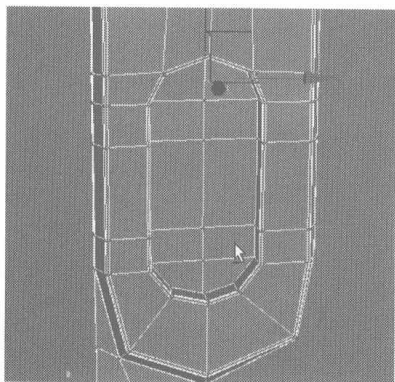
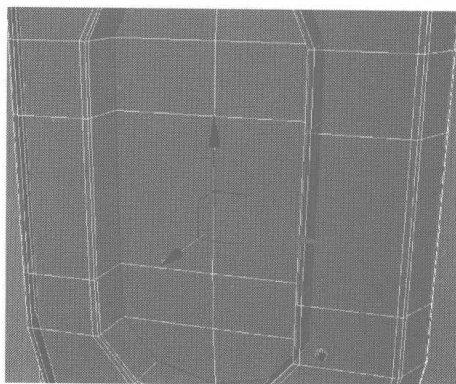
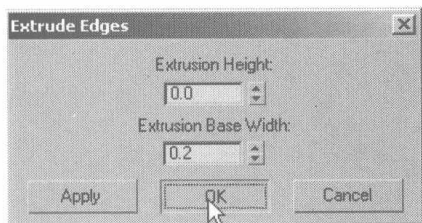

图 4.457
图 4.458
图 4.459
- 30 为添加的封闭的面添加如图 4.457 所示的细分线，再选择如图 4.458 所示的内轮廓曲线，在 Edit Edges 卷展栏中单击 **Extrude** 右侧的小按钮，在弹出的对话框中设置挤压参数，如图 4.459 所示。